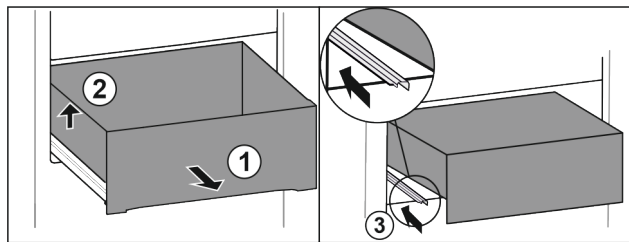

Fig. 159
- ▶ Вытяните выдвижной ящик до упора. Fig. 159 (1)
- ▶ Приподнимите выдвижной ящик слева. Fig. 159 (2)
- ▶ Вставьте левую направляющую. Fig. 159 (3)